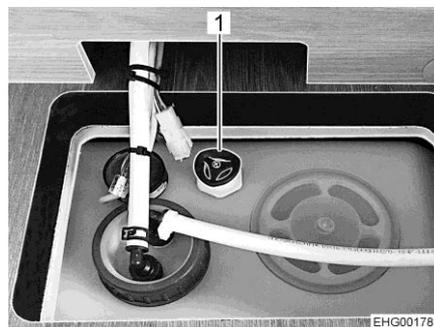

Bild 142 Wassertank mit Drehgriff
- Auf dem Wassertank den Drehgriff (Bild 142,1) im Uhrzeigersinn bis zum Anschlag drehen.
- Öffnen: ■ Auf dem Wassertank den Drehgriff (Bild 142,1) entgegen dem Uhrzeigersinn bis zum Widerstand drehen. Das Wasser läuft bis auf eine Restmenge von 20 l aus.